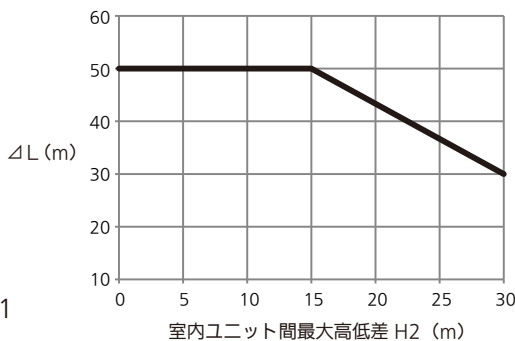

図1
- ΔL の制限が変わります。下記の図1を参考にしてください。